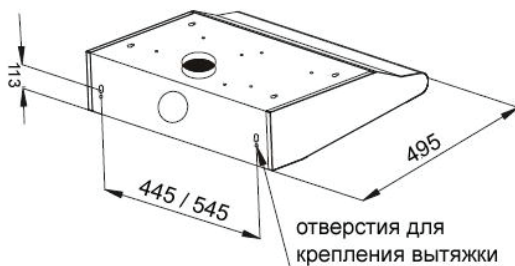

рис. 8
- Просверлите 2 отверстия диаметром в стене, которые соответствуют саморезам и дюбелям, поставленным в комплекте с вытяжкой (см. рис. 8).
- Повесьте вытяжку на 2 самореза, и плотно закрутите (см. рис. 8). Для уменьшения вибрации и шума желательно проложить изоляционный материал между вытяжкой и стеной.